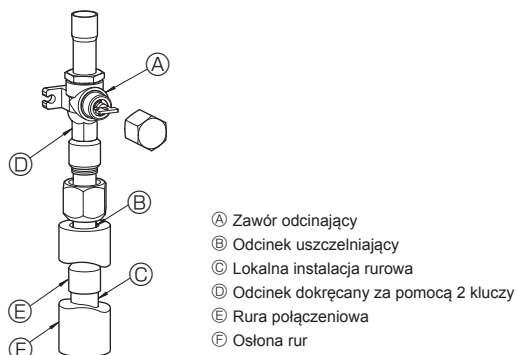

Fig. 4-3
- ③ W celu podłączenia rur po stronie gazowej należy zastosować poniższą procedurę. (Fig. 4-3)